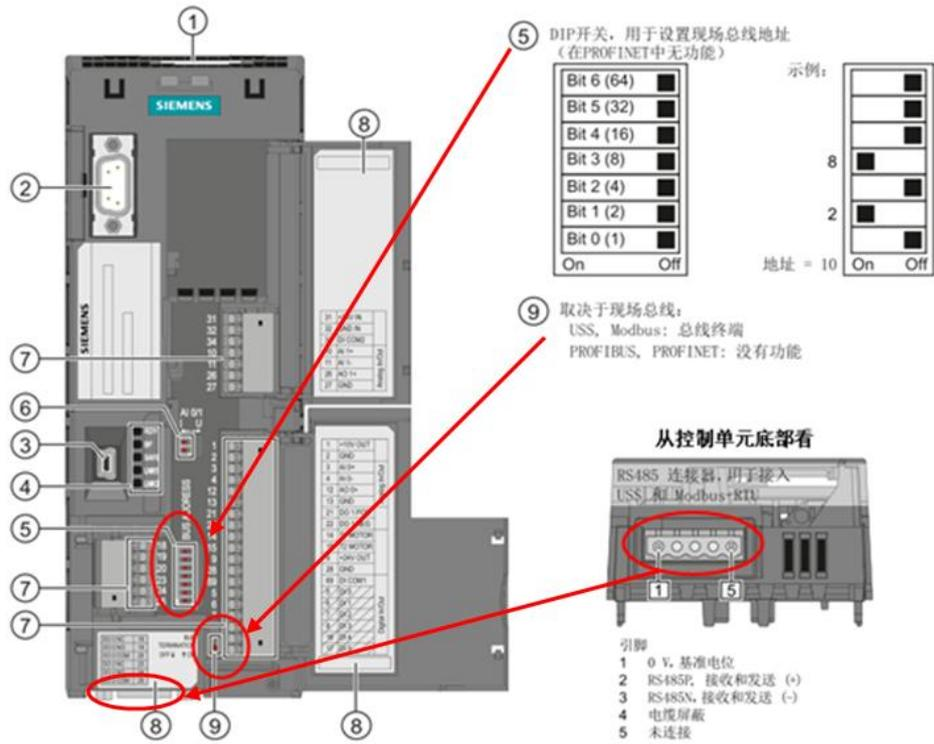
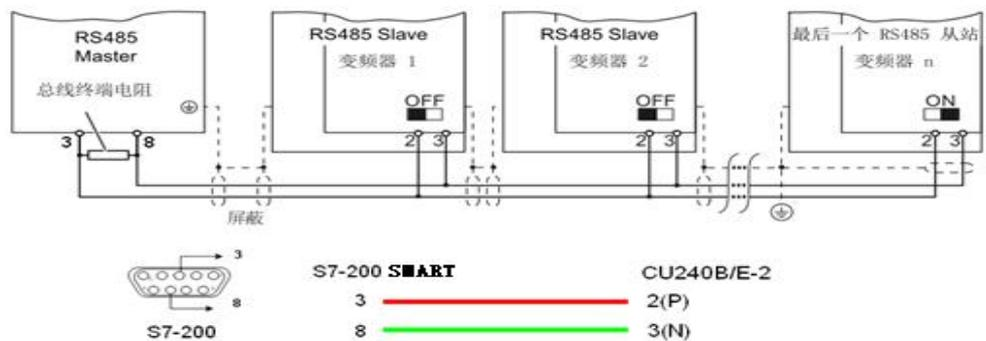

图 2-1 控制单元端子图
图 2-2 PLC 和控制器接线图
CU240E-2 控制单元端子排如图 2-1，RS485 接口在控制单元的底部，共有 5 个接线端子，其中从左到右，2 号端子为 RS485P，3 号端子为 RS485N，这两端子用于通信数据的发送和接收。
S7-200 SMART 作为 **MODBUS** 通信主站，其通信端口和变频器从站的接线如图 2-2。在通信网络的首、末端需要使用终端电阻。对于 **S7-200 SMART**，需要在通信端口端子 **3** 和 **8** 之间连接一阻值为 **120 欧姆** 的电阻。对于变频器，把通信网络末端的 **CU240E-2** 终端电阻拨码开关拨到 **ON** 位置即可（位置在图 2-1 中，标号⑨）；中间位置的 **CU240E-2**，终端电阻拨码开关必须拨到 **OFF** 位置。本例中，**S7-200 SMART** 使用 **CPU** 自带通信端口和变频器进行通信。